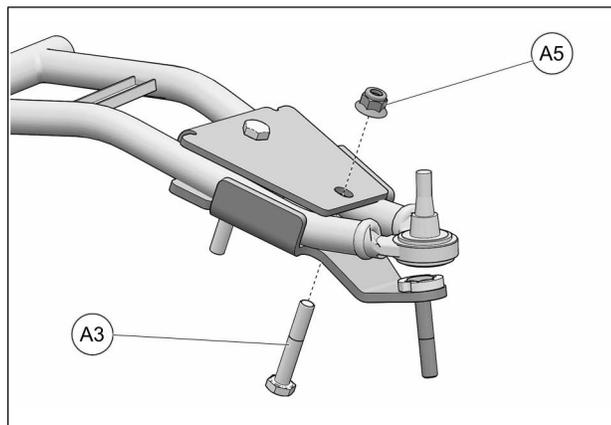

Fig. 20
7. Insérer un boulon M10x60mm (A3) par le dessous de l'ancrage, comme montré ci-dessous. Assembler les deux parties avec un écrou M10 (A5) fourni. Serrer l'assemblage à un couple de 50 Nm [37 lb•pi]. Voir la Fig. 20